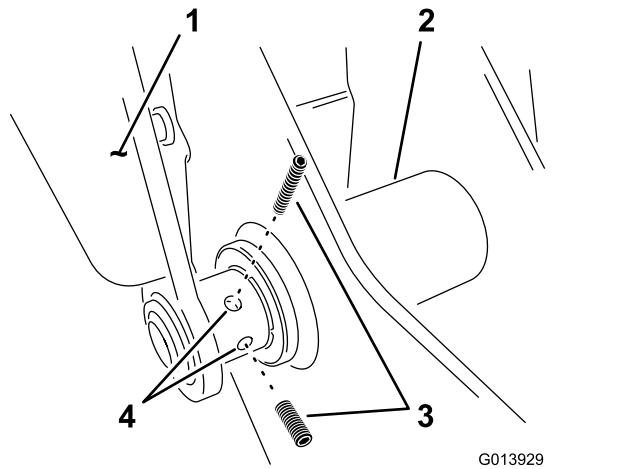

Figura 7
- Instale dois parafusos de ajuste no braço esquerdo no ponto inferior da dobradiça (Figura 7).
- Aperte os dois parafusos de afinação no braço articulado esquerdo; consulte a Figura 7 em Montar os braços da cavidade na estrutura de suporte \(página 7\).